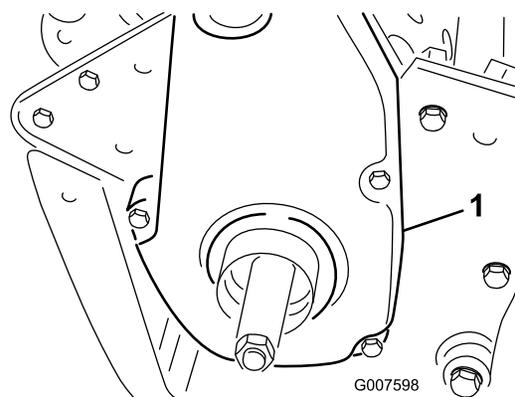

Figura 43
6. Retire la cubierta de la correa trasera del lado derecho de la máquina (Figura 43).